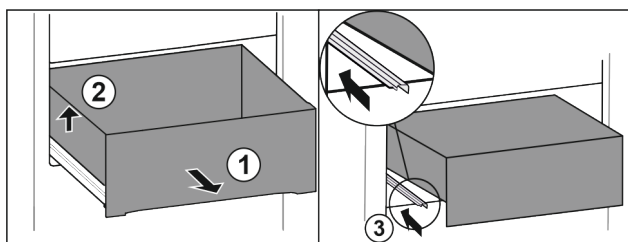

Fig. 23
- Vytáhněte zásuvku až na doraz. Fig. 23 (1)
- Nadzvedněte zásuvku vlevo. Fig. 23 (2)
- Zasuňte levou kolejničku. Fig. 23 (3)